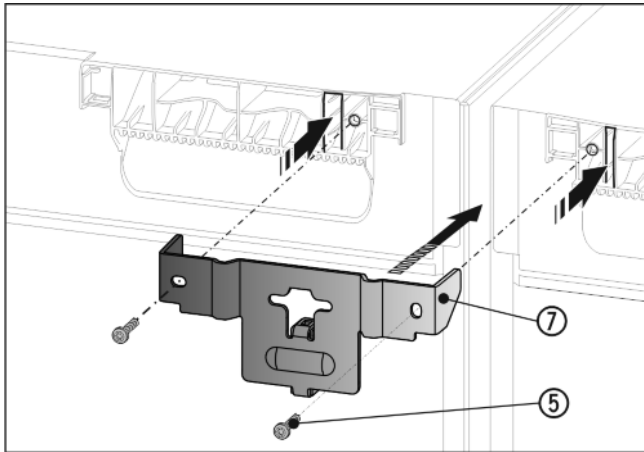

Fig. 9
- ▶ Всунути кут Fig. 9 (7) з дистанційною прокладкою між пристроями і з планками в кришку пристрою. Закрутити 2 гвинтами Fig. 9 (5).